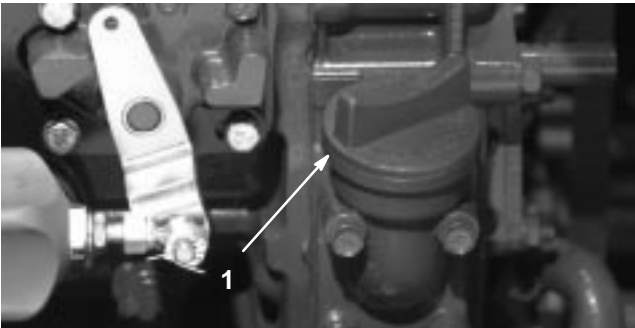

Figure 2
4. Si le niveau n'atteint pas le repère du plein, enlevez le bouchon de remplissage (Fig. 2) et faites l'appoint jusqu'à ce que le niveau correct soit atteint. **Ne remplissez pas excessivement.**